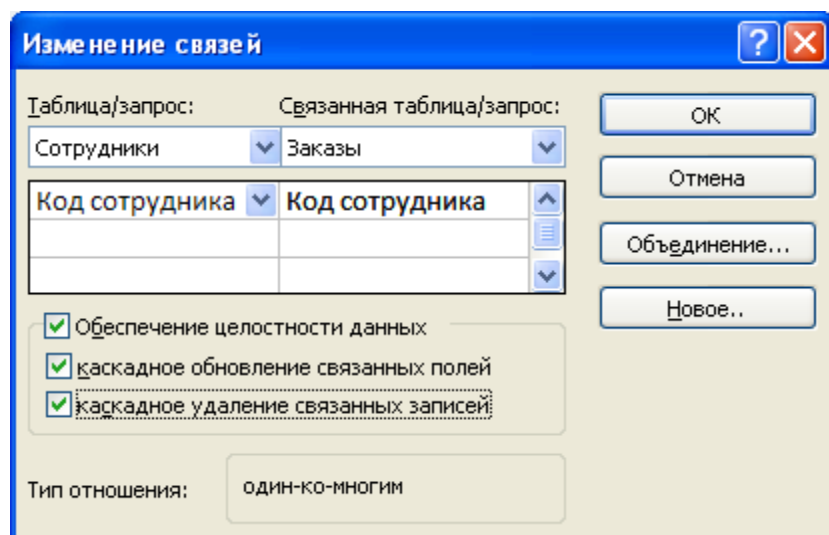

Рис. 1. Создание связи между таблицами
26. После перетаскивания откроется диалоговое окно *Изменение связей* (рис. 1), в котором включите флажок *Обеспечение условия целостности*. Это позволит предотвратить случаи удаления записей из одной таблицы, при которых связанные с ними данные других таблиц останутся без связи.